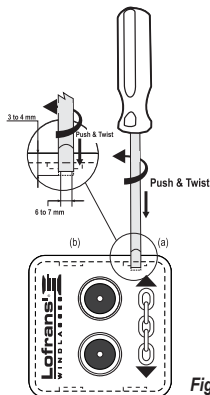

Fig.5
- Um die aufgesetzte Abdeckung zu entfernen, schieben Sie einen Schlitzschraubendreher mit einer 6-7 mm breiten Spitze zwischen die aufgesetzte Abdeckung und das Armaturenbrett an Position (a) und anschließend an Position (b) und drehen Sie die Spitze leicht. Drücken Sie die Spitze des Schraubendrehers vor dem Verdrehen mindestens 3 bis 4 mm ein. (siehe Abb.5)